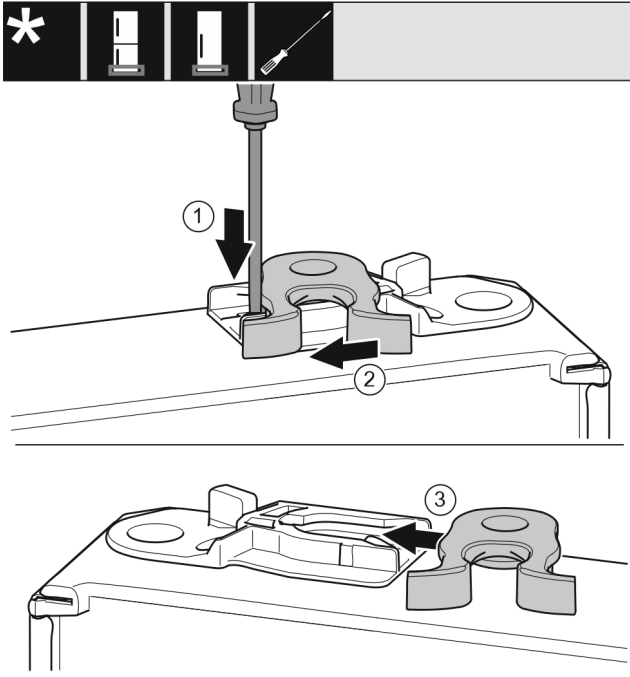

Fig. 18
- Pousser la languette Fig. 18 (1) vers le bas avec un tournevis plat.
- Retirer la gâche Fig. 18 (2) du guide.
- Pousser la gâche Fig. 18 (3) de l'autre côté dans le guide.